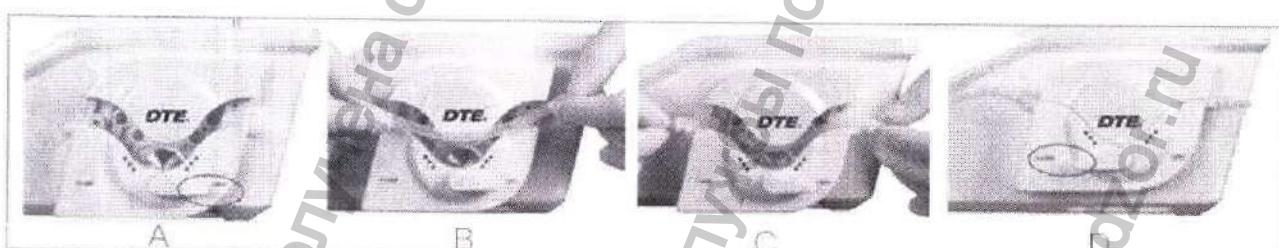

Рисунок 4
- Поверните ручку перистальтического насоса по часовой стрелке до индикатора «ОТКРЫТО», откроется паз (Рисунок 4-А).
- Поместите ирригационную трубку в открывшийся паз перистальтического насоса (Рисунок 4 - В).
- Поверните ручку перистальтического насоса по часовой стрелке в положение «ЗАКРЫТЬ» и закройте паз насоса (Рисунок 4 - Д).